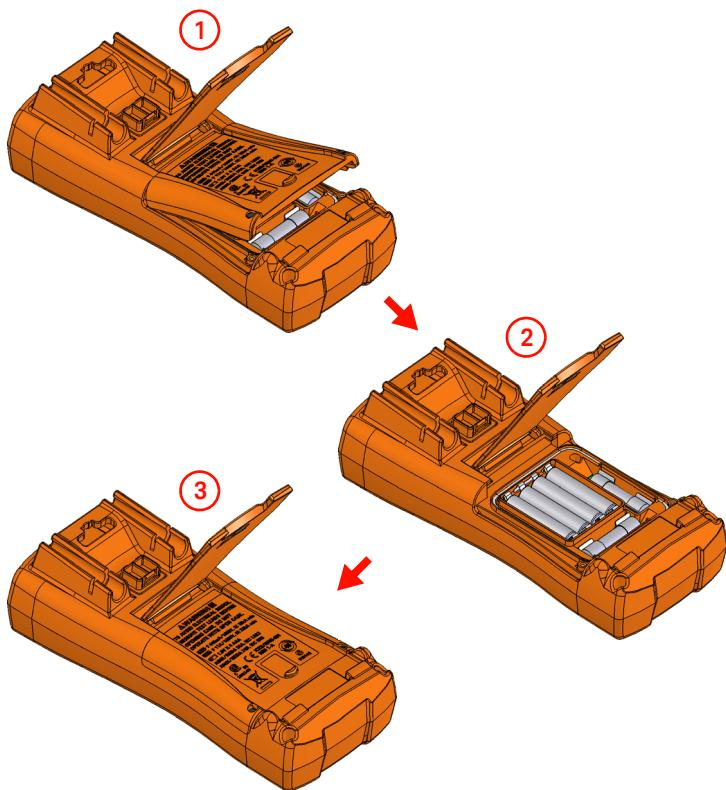

Figura 1-1 Installazione delle batterie
- 1 Aprire il coperchio delle batterie.** Sollevare il supporto inclinato e allentare le viti con un cacciavite Phillips adatto, quindi rimuovere il coperchio della batteria come illustrato nella Figura 1-1.